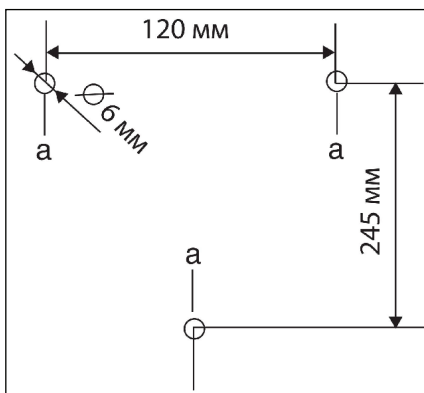

Figure 2
2. À l'aide du gabarit d'installation fourni, percez trois trous de 6 mm dans le mur. Insérez les chevilles (Figure 2) dans les trous percés.